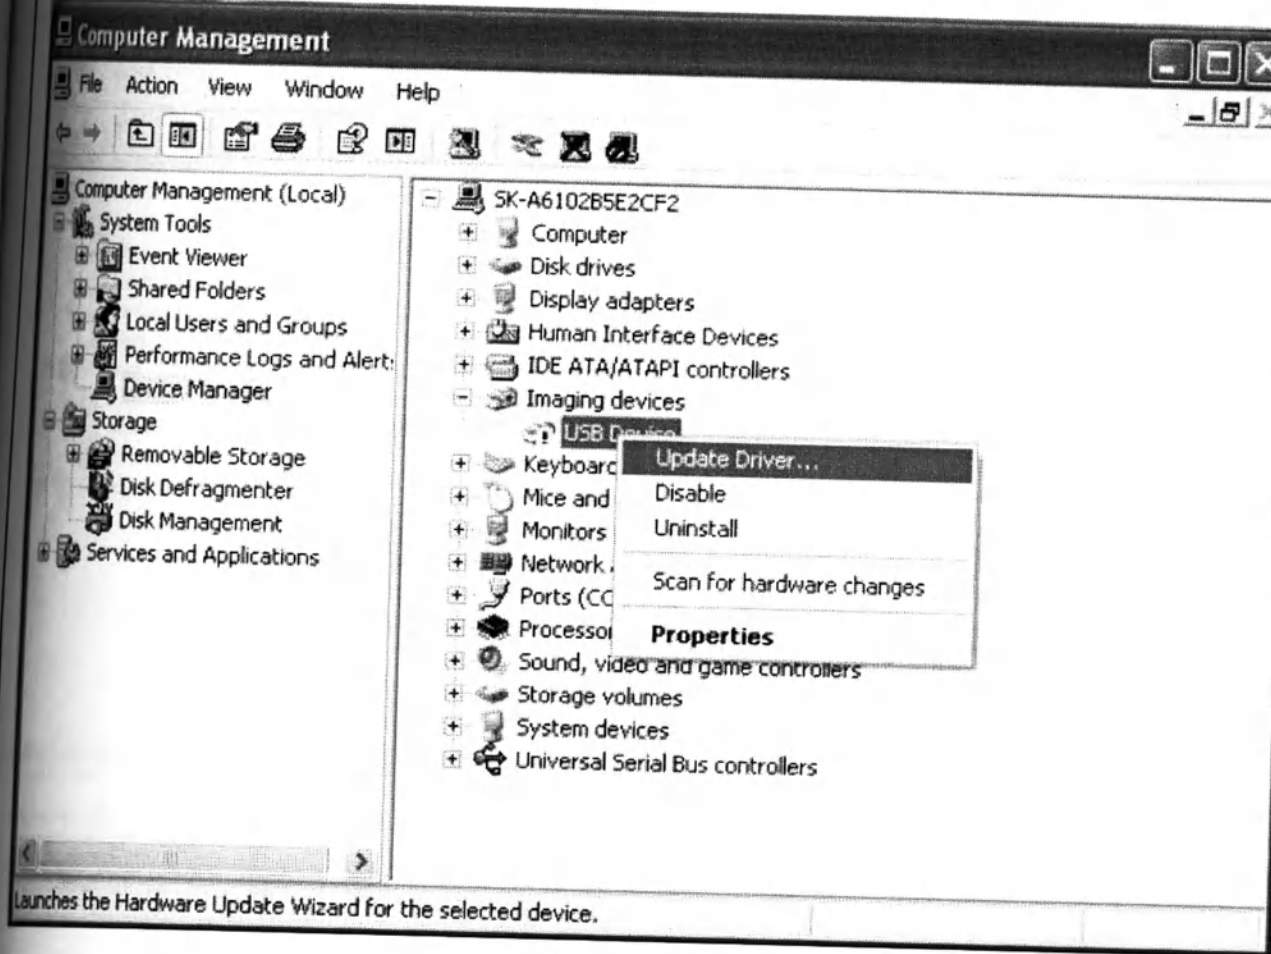

Рисунок 7
– кликнуть правой кнопкой мыши на USB Device (Устройство USB) и выбрать «Обновить драйвер» (рисунок 7);